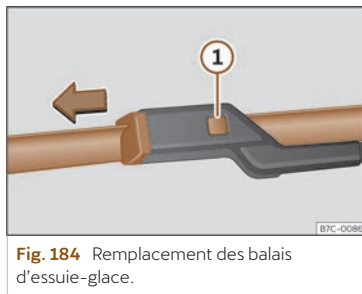

Fig. 184 Remplacement des balais d'essuie-glace.
- Maintenez la touche de déverrouillage >>> **fig. 184** ① enfoncée en tirant légèrement le balai dans le sens de la flèche.